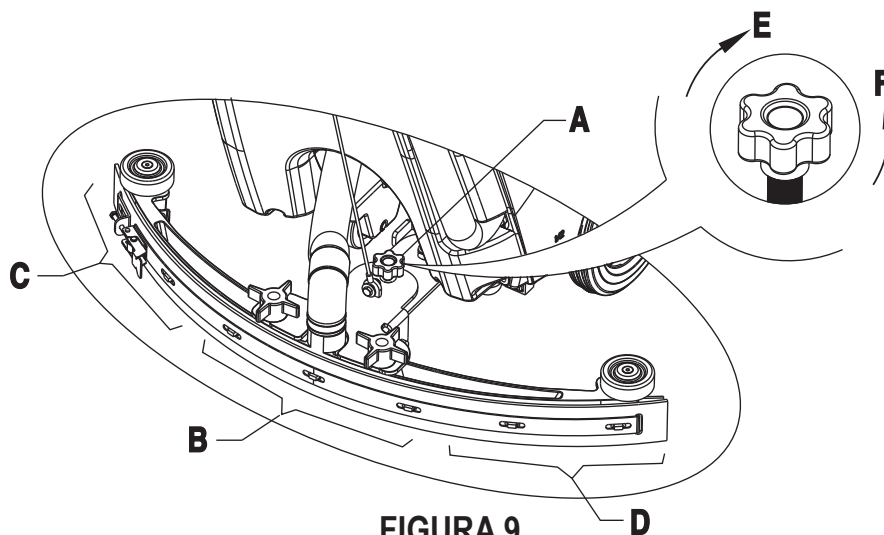

FIGURA 9
8. Ajuste la escobilla mediante la manija de ajuste (A) de la escobilla (Figura 9).